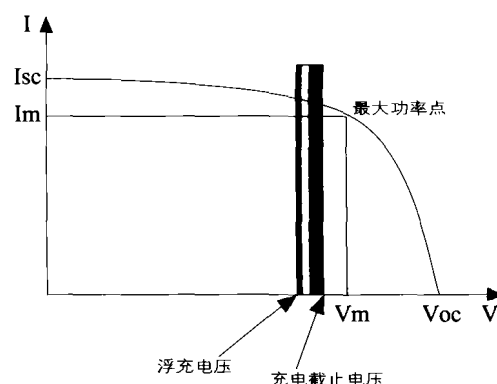

图 3 太阳能电池 I-V 特性与蓄电池组充电关系
(2) 确定方阵串、并联数: 根据蓄电池组电压决定太阳能电池组串联数。如果串联值、方阵输出电压太低, 未满足蓄电池组正常充电的需要, 则太阳能电池组只输出电压无输出电流; 当增加其串联数量, 使方阵 I-V 曲线 (图 3) 的最佳工作点与其浮充电压相近, 这时方阵能够得到最大的功率输出。随着蓄电池组容量的逐渐充满, 端电压也随之升高, 充电电流趋向减小, 故这也不是最理想的运行方式。考虑到太阳能电池组输出电压随着温度的升高具有负特性, 通常设计组件串联数时留有一定的余地。温度每升高 1°C 时, 硅太阳能电池的开路电压将下降 0.4%, 填充因子将随着温度的升高而减小, 输出功率也将减少 0.4%~0.5%。除此以外还要考虑防反充二极管和连接导线的电压降; 但是, 串联组数也不能增加太多, 这样的工作点会远离最大功率点, 是很不经济的。
(3) 确定太阳能电池方阵并联数: 主要取决于负载每日的总耗电量; 当地年平均峰值日照时数; 蓄电池组充电效率; 方阵表面尘污遮蔽或组件老化引起的修正系数; 方阵组合损失等因素。